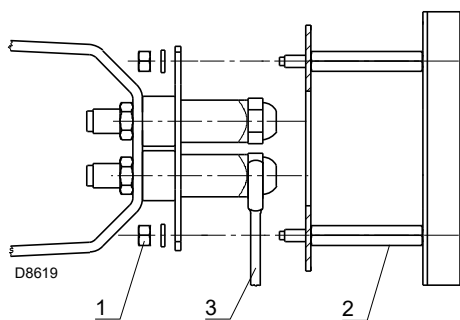

Рис. 12
- Снимите гайки 1)(Рис. 12) и узел подпорной шайбы 2).
- Замените форсунку при помощи ключа 3)(Рис. 12).